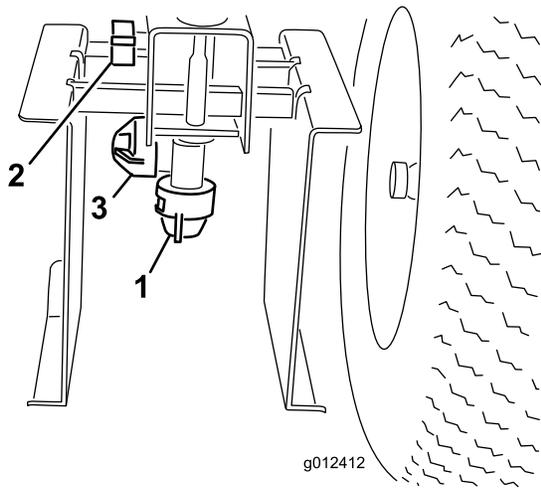

Bild 24
4. Lösen Sie die Schrauben, mit denen das Sprühdüsenrohr am Auslegerarm befestigt ist (Bild 24).